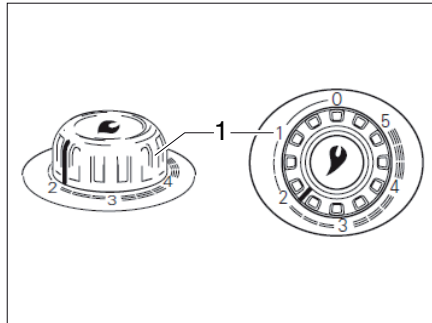

Bild 104 Vridregulator på varmluft-värmesystemet
- Ställ in vridregulatorn på värmningen (Bild 104,1) till önskat värde och tryck ner till stoppläge.
- Ställ vridregulatorn på värmen (Bild 104,1) på "0". Automattändningen stängs då också av.
- ▷ För ytterligare information se den separata instruktionsboken "Truma S 3004 (P) / S 5004".